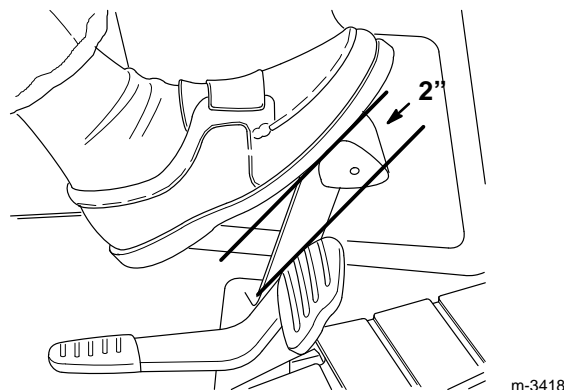

Abbildung 37
3. Das Bremspedal herunterdrücken. Es sollte ein Spiel von 2" (51 mm) vorhanden sein (Abb. 37), bevor die Bremse zu greifen beginnt.